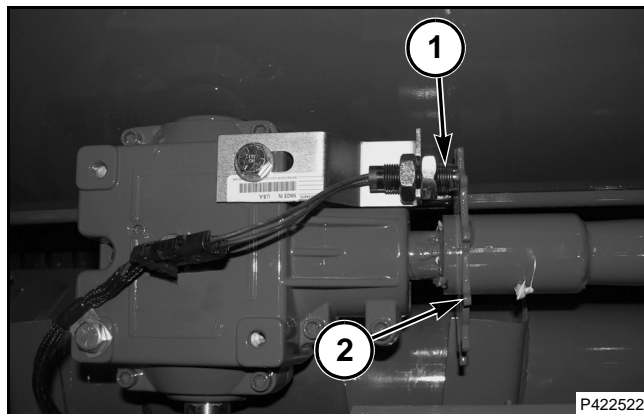

FIG. 71
FIG. 71: La distancia entre el sensor de la toma de potencia (1) y la superficie de la rueda dentada (2) debe ser de 1 a 5 mm (1/32 a 3/16). Si la separación no es correcta, ajuste el sensor.